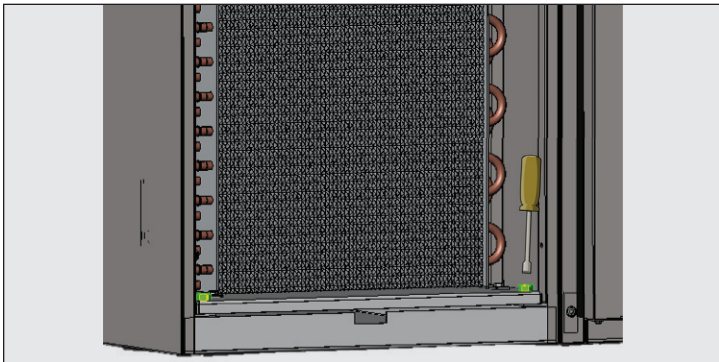

Fig. 5. Retirez les boulons du socle de condensation.
6. Retirez les boulons du socle du condenseur. Voir fig. 5.